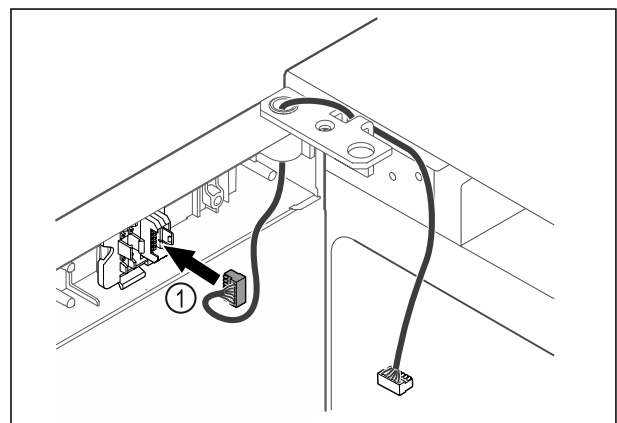

Fig. 37
- Insérer le connecteur Fig. 37 (1) dans le support.